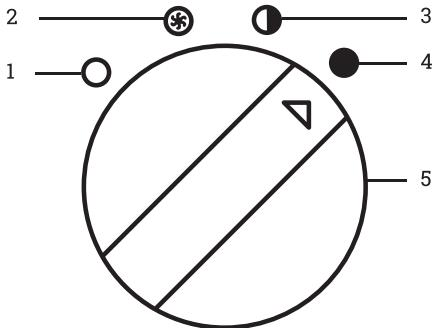

Рис. 2. Блок управления:
Перед подключением прибора к электросети установите ручку переключателя режимов (5) в положение «1» (выключено) (рис. 2). Затем подключите тепловентилятор к электросети. Подключите кабель через клеммный блок или автоматический выключатель. Прибор готов к работе.
Для включения прибора в режиме вентиляции (без нагрева) переведите ручку переключателя режимов (5) в положение «2» (см. рис. 2). Начнет работать вентилятор. Чтобы отключить режим вентиляции и выключить прибор, переведите ручку переключателя режимов (5) в положение «1».
Чтобы включить прибор в режиме обогрева, поверните ручку переключателя режимов (5) в положение «3» для частичной мощности обогрева или в положение «4» для полной мощности (см. рис. 2).
Чтобы выключить прибор, поверните ручку переключателя режимов против часовой стрелки в положение «2» (вентиляция без нагрева) (см. рис. 2). Дайте поработать тепловентилятору в режиме вентиляции несколько минут для охлаждения нагревательных элементов. После этого поверните ручку переключателя режимов в положение «1», выключив прибор.